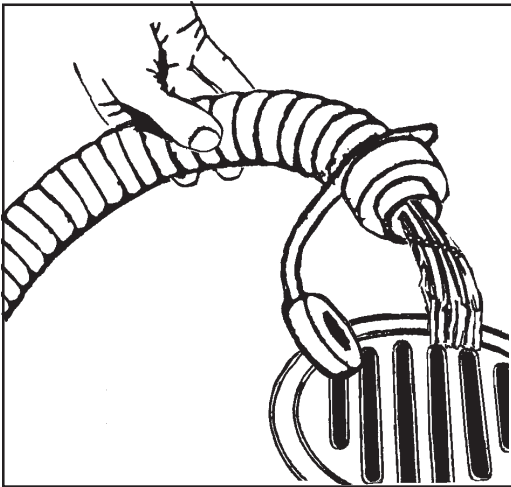

Figure 6
3. When cleanup is complete, empty the liquid by opening the drain valve on the drain hose. See figure 6.
3. Lorsque le nettoyage est terminé, vidanger l'eau sale en retirant le bouchon du flexible de vidange. Voir figure 6.